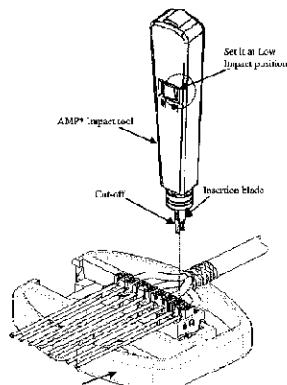

Abbildung 4 / Figure 4
5. Randsteckverbinder in die Haltematrize (Teile Nummer 569949-1) einsetzen (siehe Abbildung 4).
5. Insert the edge connector into palm tool (Part Number 569949-1) as shown in figure 4.
7. Adern mit Orginalwerkzeug (Teile Nummer 346859-1 Standard Tool oder 1375309-1 Long Life Tool) terminieren (Werkzeug in "LO"-Einstellung, siehe Abbildung 4).
7. Terminate the wires with Tyco Electronics tool PN 346859-1 (standard) or 1375309-1 (long life) only. Ensure, that the tool is set for "LO" impact force (figure 4).